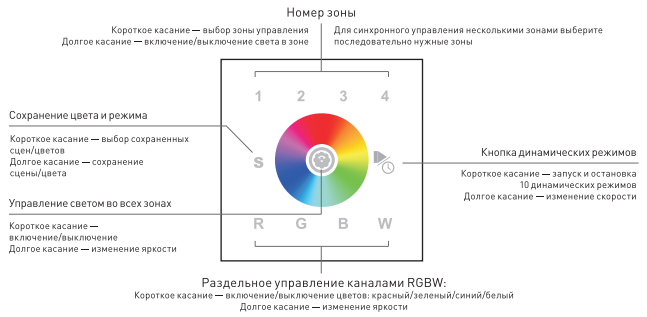

Рис. 6. Назначение сенсорных кнопок управления
3.9. Включите питание и проверьте работу панели. Назначение кнопок управления показано на рис. 6.